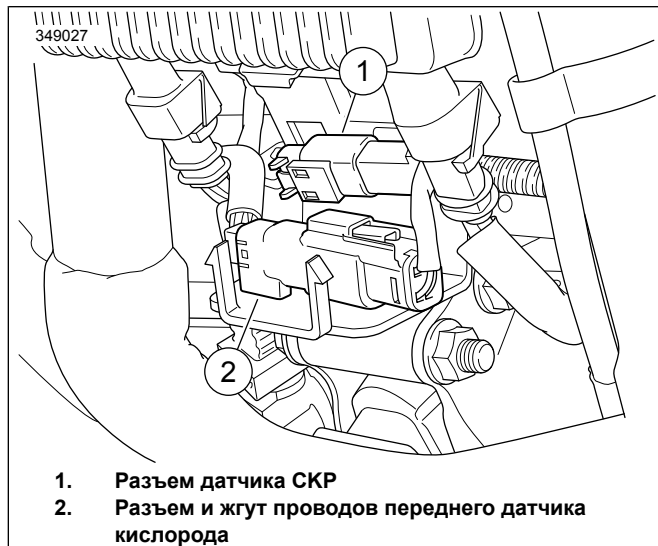

Рисунок 39. Расположение переднего датчика кислорода
См. Рисунок 39 . Откройте крышку переднего электрического блока и отсоедините разъем (2) переднего датчика кислорода. Снимите корпус разъема с кожуха.